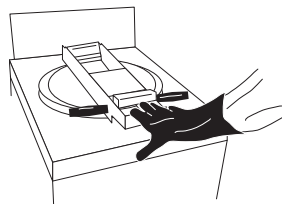

FIGURE 11
- B. Ne touchez pas le guidon pour ouvrir le couvercle jusqu'à ce qu'une pression sur le verrou du couvercle le fasse descendre (figure 11).